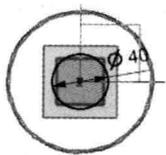

图 1.2.5 草图 1
Step6. 创建图 1.2.5 所示的草图 1。选择下拉菜单 **插入(S)** → **草图(S)...** 命令；选取基准平面 1 为草图平面；进入草图环境绘制草图。绘制完成后单击 **完成草图** 按钮，完成草图 1 的创作。
所示的艺术样条 1 和图 1.2.5 所示的草图 1 为扫掠的引导线串，并分别单击中键确认。单击“扫掠”对话框中的 **< 确定 >** 按钮。完成扫掠特征 1 的创建。